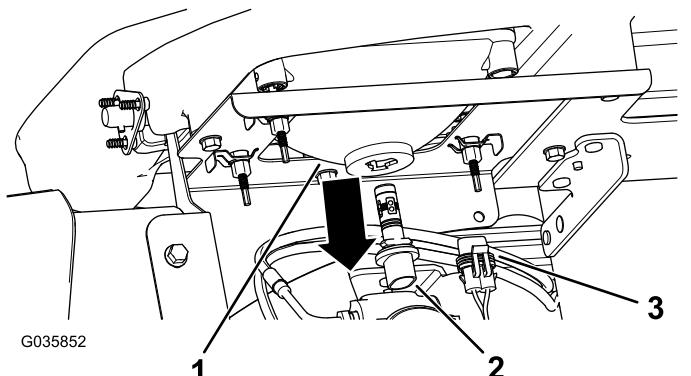

图 41
3. 从大灯外壳后面灯总成的接头断开线束的电气接头图 41。
4. 将灯总成逆时针旋转 $1/4$ 圈然后向后移动移出大灯外壳图 41。
5. 插入新灯总成和大灯外壳将灯总成上的标签与大灯外壳中的槽对齐图 41。
6. 将灯总成顺时针旋转 $1/4$ 圈进行固定图 41。
7. 将线束的电气接头与新灯总成的接头连接图 41。